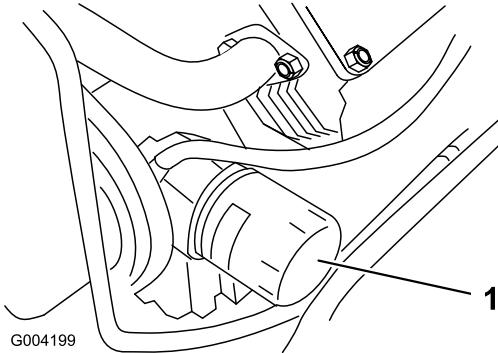

Figura 33
3. Retire el filtro usado (Figura 33) y límpie con un paño la superficie de la junta del adaptador del filtro.